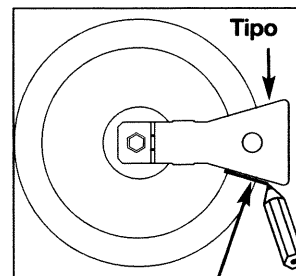

Fig. 3
- ⇒ Com a ajuda de um lápis, trace uma linha na placa de fomalha, no local indicado (fig. 3).